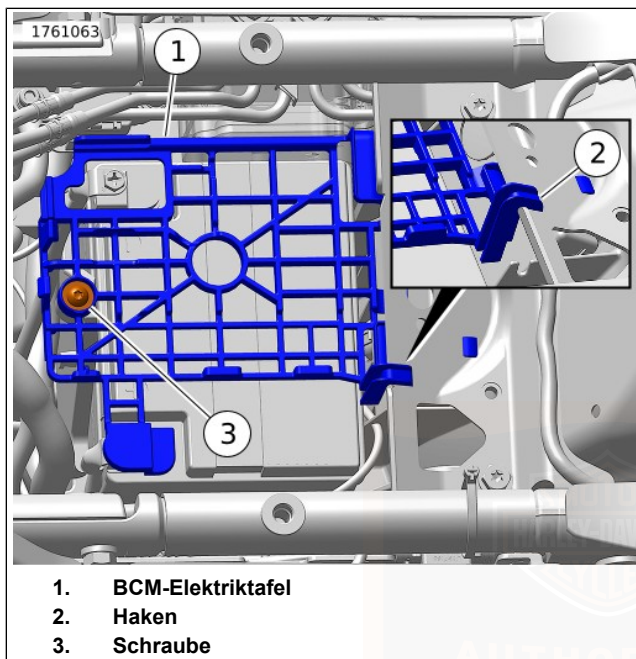

Abbildung 116. Ausbau/Einbau der BCM-Elektriktafel
9. Siehe Abbildung 116 . Die Schraube (3) und die BCM-Elektrizitätstafel (1) entfernen.
7. Siehe Abbildung 116 . Die BCM-Elektriktafel (1) einbauen. Sicherstellen, dass der Haken (2) oben an der Rahmenlasche einhakt.
8. Die Schraube (3) anbringen. Festziehen.